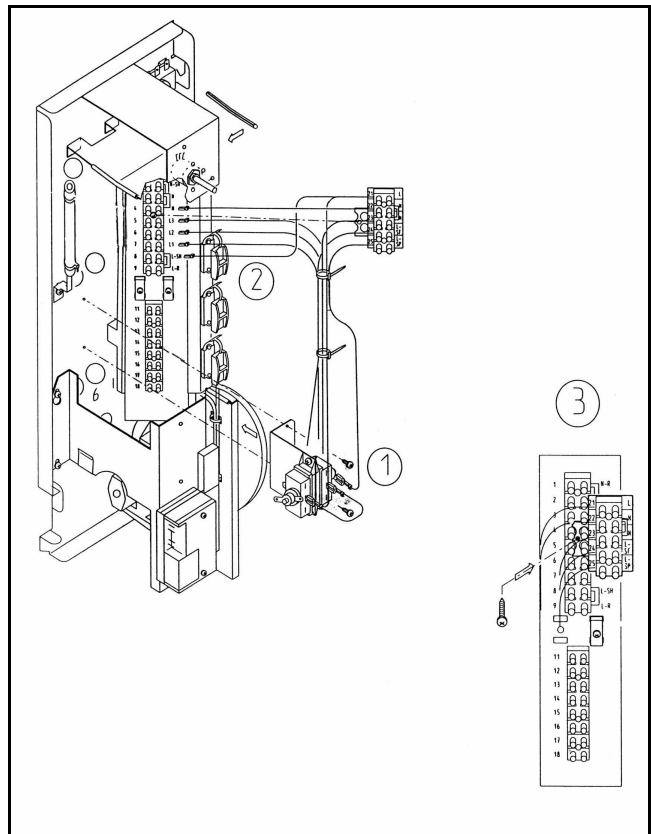

Abb. 2: Zwischenwand der Gerätetypen FSD, FZD
2. Halblech mit den 2 Steuerrelais an der Zwischenwand des Wärmespeichers befestigen, (Abb.2, Pos.1)